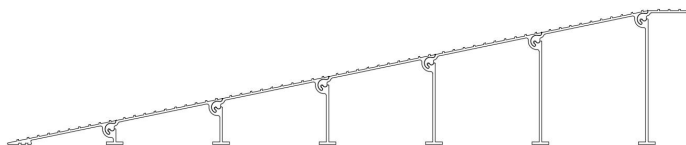

FIG.1
- (1) Bitte ziehen Sie vor Beginn der Installation Handschuhe an, um Ihre Hände zu schützen.
- (2) Wählen Sie einen geeigneten Installationsort und stellen Sie sicher, dass der Boden eben und fest ist.
- (3) Richten Sie die einzelnen Abschnitte der Rampe aus und verriegeln Sie sie miteinander, bis alle Teile gleichmäßig sind.
- (4) Beginnen Sie mit der 1-Zoll-Verlängerung und installieren Sie die Schwellenverlängerungen in der gezeigten Reihenfolge (Abb. 1), bis die endgültige Höhe erreicht ist. Bringen Sie die Schwellenverlängerungen in einem Winkel von ungefähr 45° zusammen und drehen Sie sie dann in Position, nachdem die Glühbirne in den Schlitz eingerastet ist .